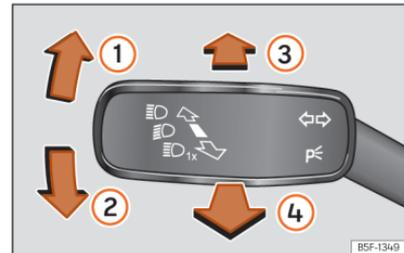

Abb. 74 Blinker- und Fernlichthebel.
- Drücken Sie den Blinker- und Fernlichthebel aus der Ausgangsstellung nach vorne »» (Abb. 74) .
- **ODER:** Ziehen Sie bei eingeschaltetem Fernlichtassistenten den Blinker- und Fernlichthebel nach hinten »» (Abb. 74) .